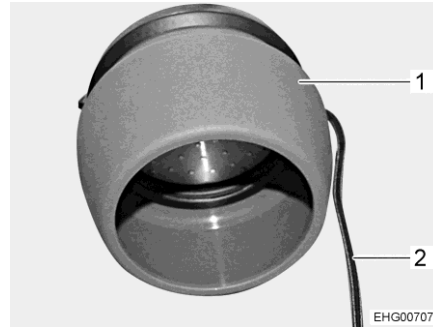
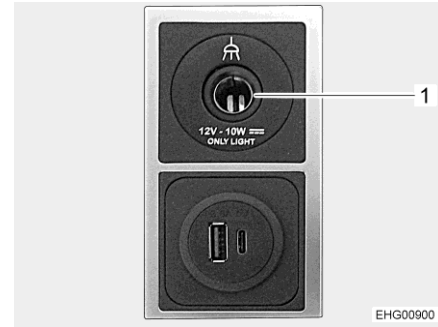

Bild 74 Pendelleuchte
Bild 75 12-V-Steckdose und USB-Buchsen
- Pendelleuchte (Bild 74,1) am gewünschten Ort anbringen.
- Kabel (Bild 74,2) der Pendelleuchte in nächstgelegene 12-V-Steckdose (Bild 75,1) stecken.